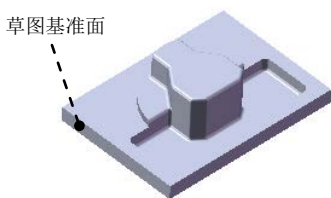

图 16.2.22 切除—拉伸 3
Step14. 创建图 16.2.22 所示的切除—拉伸 3。
(1) 选择命令。选择下拉菜单 **插入(I)** → **切除(C)** →  **拉伸(E)...** 命令。
(2) 定义特征的横断面草图。
① 定义草图基准面。选取图 16.2.22 所示的表面作为草图基准面。